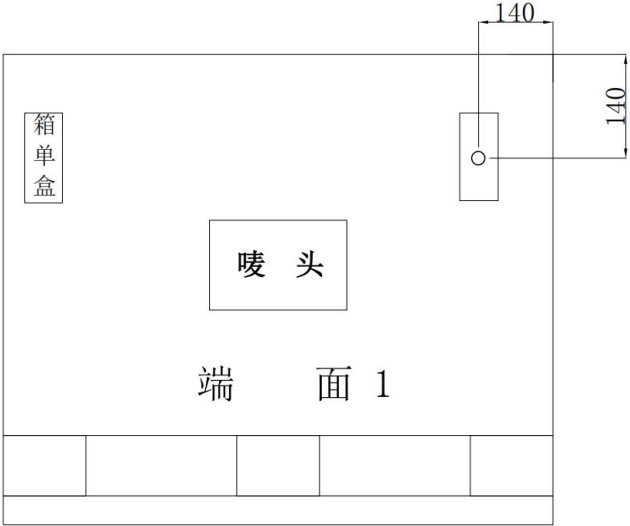
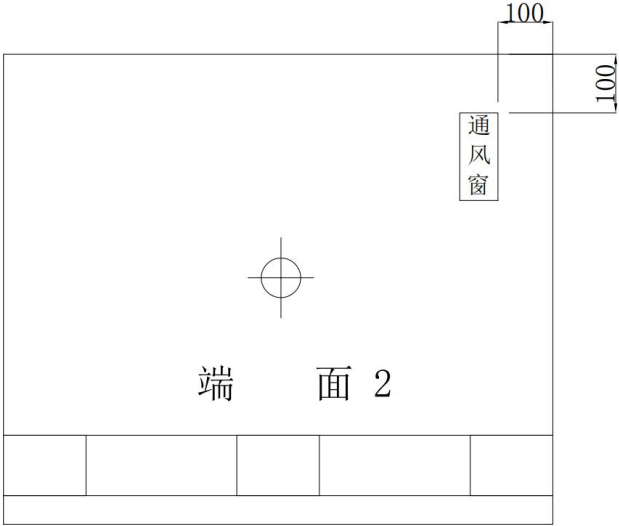

图 10. 包装箱端面 1 通风窗孔示意图
图 11. 包装箱端面 2 通风窗示意图
1、通风窗：在包装箱两个端面的右上侧钻通风窗孔，孔直径应大于 30mm 且小于 60mm，孔中心距离端板右侧和上侧各为 140mm；钉挂通风窗后距离右侧和上侧位置尺寸各为 100mm，通风窗须端正，严禁歪斜，如图 10、图 11 所示。